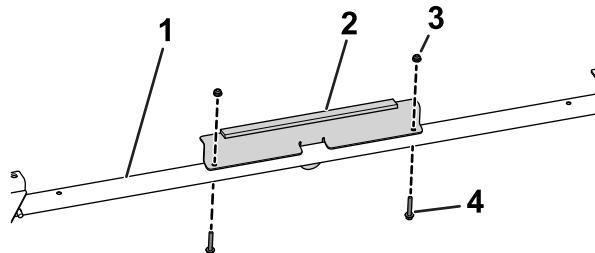

Figura 31
10. Utilizzate 2 bulloni flangiati a testa esagonale (1/4 x 1 1/2") e 2 dadi (1/4") per fissare il supporto anteriore sul collegamento trasversale anteriore (Figura 31).